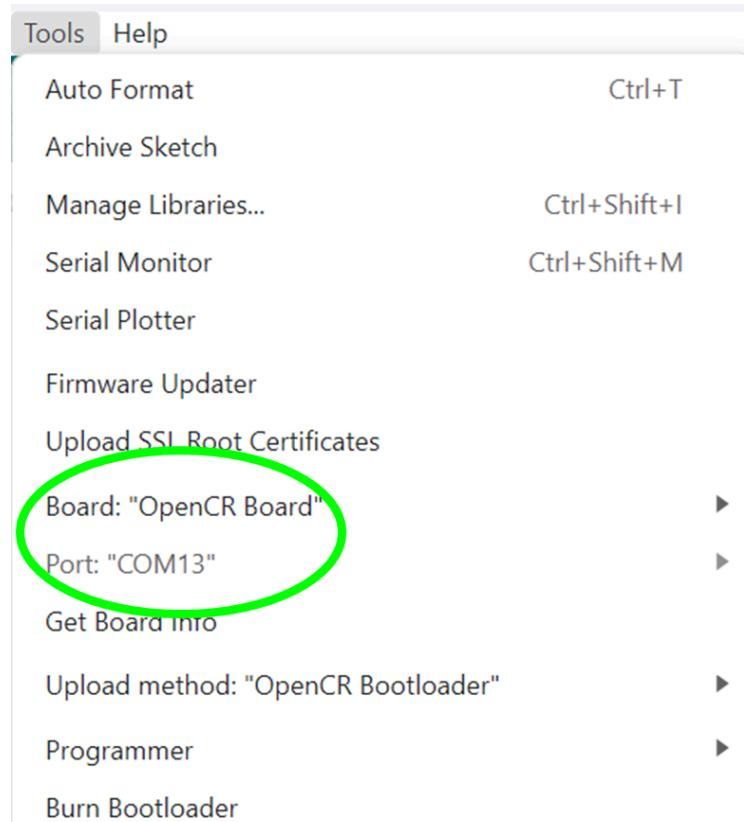

Figura 5. Selección del puerto en el Arduino.
6. En el IDE de Arduino seleccione el puerto donde se conectó la Open CR (figura 5).